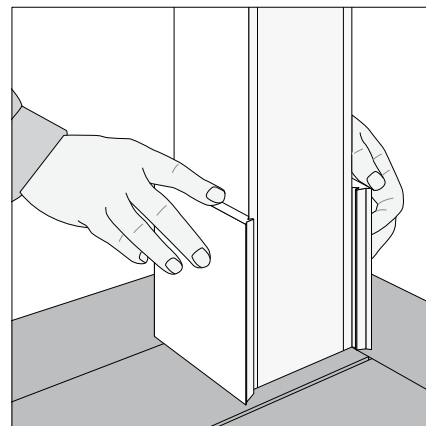

Fig. 5a
- Repita el mismo procedimiento en los lados opuestos. Asegúrese de que todas las esquinas están unidas de forma ajustada y nivelada (**Fig. 5a**).